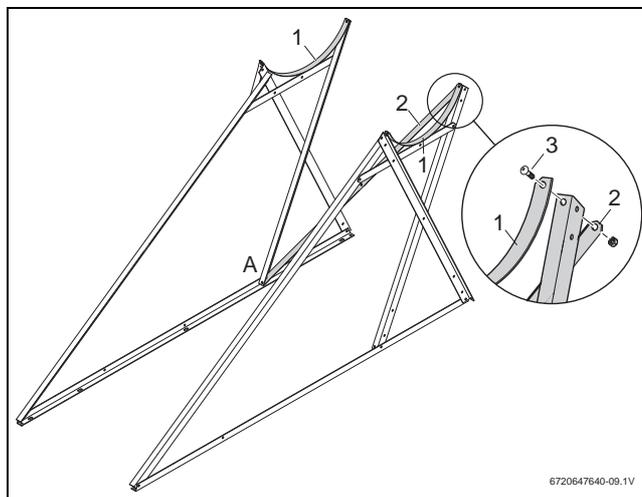

Fig. 14 Montar o perfil de suporte traseiro
- ▶ Aparafusar os perfis de suporte traseiro, no centro, em cruz e unir, assim, ambos os triângulos laterais. Montar também as fitas de apoio do acumulador (Fig. 14, [1]). A cabeça achatada do parafuso (Fig. 14, [3]) deve apontar na direção do acumulador de água quente a ser montado posteriormente.
- a primeira barra do perfil de suporte traseiro (Fig. 14, [2]) é montada de cima atrás à direita, para baixo à frente à esquerda (Fig. 14, [A]).